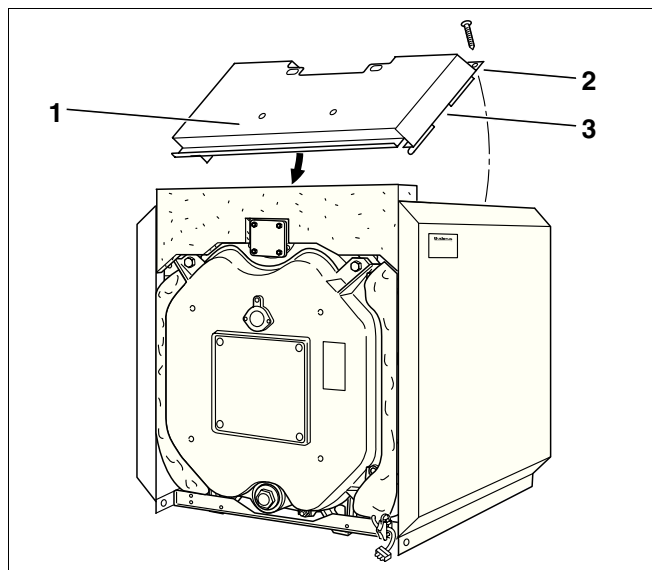

Рис. 36 Установка передней крышки
- Установить крышку (рис. 36, **поз. 1**) спереди между боковых стенок таким образом, чтобы вырез (рис. 36, **поз. 3**) был над траверсой.
- Закрепить крышку на задней стороне саморезами (рис. 36, **поз. 2**) к боковым стенкам.